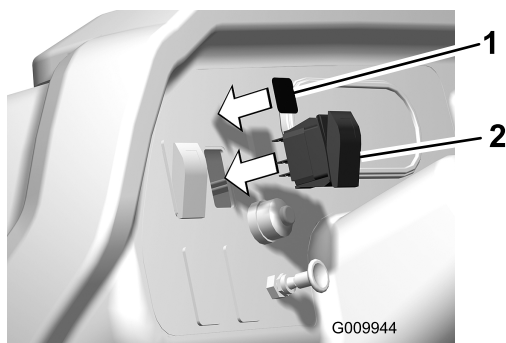

Figura 20
2. Introduzca el interruptor en el orificio del salpicadero (Figura 20).
3. Coloque la pegatina en el salpicadero, junto al interruptor (Figura 20).